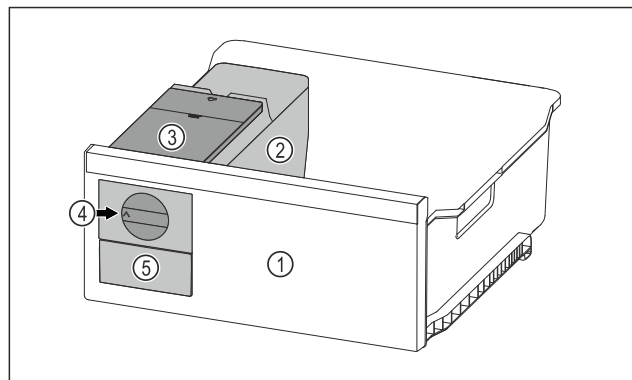

Fig. 97 Beispielhafte Darstellung
- Drehknopf Fig. 97 (4) im Uhrzeigersinn bis zum Anschlag drehen.
- Eiskubel fallen aus der Eiskubelschale in das Eiskubelschubfach Fig. 97 (5).